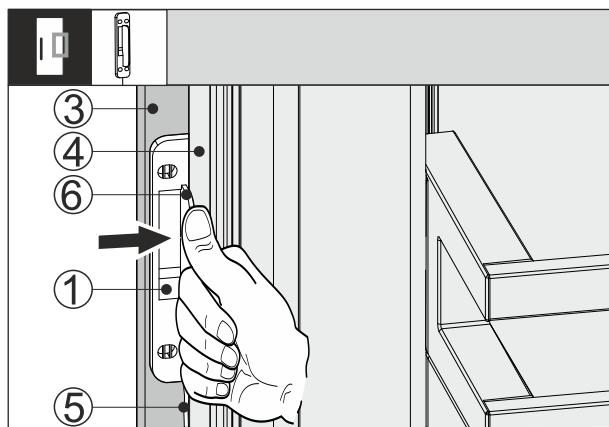

Fig. 66
- ▶ Senzor kucanja Fig. 66 (1) gurnite između prednje strane elementa Fig. 66 (3) i vrata uređaja Fig. 66 (4) tako da kabel bude lagano Fig. 66 (5) zategnut. Graničnik Fig. 66 (6) senzora kucanja naliježe Fig. 66 (4) vrata uređaja.
- ▶ Pritisnite senzor kucanja Fig. 66 (1) na prednju stranu Fig. 66 (3) elementa.
- ▷ Senzor kucanja Fig. 66 (1) je prilijepljen. Lijepljenje senzora kucanja optimizira prenošenje signala kucanja.
- ▶ Trajno pričvršćivanje senzora kucanja Fig. 66 (1) produljuje životni vijek uređaja.
- ▶ Senzor kucanja pričvrstite priloženim vijcima Fig. 66 (1) na prednju stranu Fig. 66 (3) elementa.